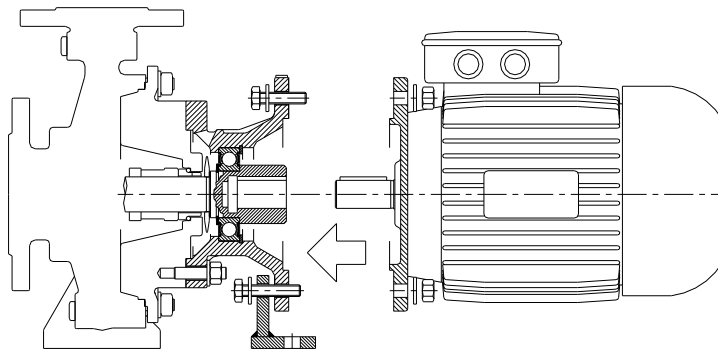

Fig. 23A
- Acoplar el motor eléctrico a la brida de fijación de la bomba centrando los dos ejes y las chavetas en los correspondientes alojamientos, bloquear todo el conjunto con los tornillos incluidos en el suministro y prestar atención para montar correctamente (para las bombas que lo prevean) incluso el pie de apoyo (ver la fig. 23A).